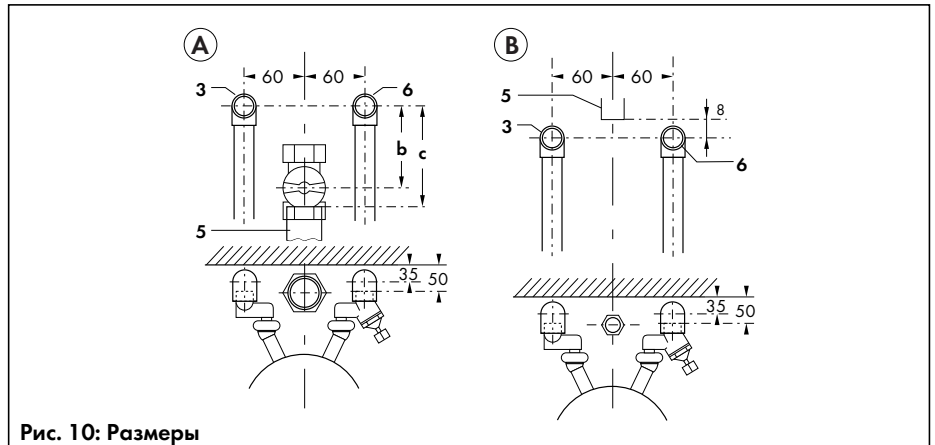

Рис. 10: Размеры
На рис. 10 показаны расположение и размеры подключений для открытой прокладки трубопроводов и монтажа газового крана под аппаратом для природного газа (A) и для сжиженного газа (B).
- После определения места установки аппарата перед его монтажом следует проложить газопровод и трубопроводы холодной и горячей воды к точкам подсоединения аппарата или к соответствующей подсоединительной арматуре, как показано на рис. 10.